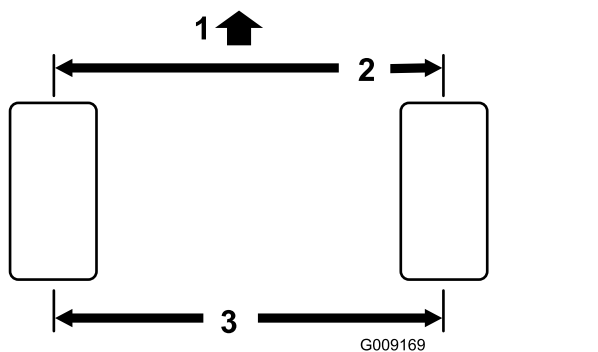

Figura 82
2. Mida la distancia entre centros (a la altura del eje) en la parte delantera y trasera de los neumáticos de dirección (**Figura 82**).